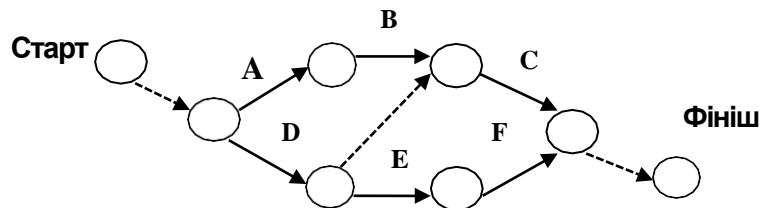

Рисунок 2.2. Сітьова діаграма логічних зв'язків, за методом стрілочних діаграм
2. *Метод «операції на дугах» (метод стрілочних діаграм) (Arrow Diagramming Method, ADM)* – метод побудови мережевої діаграми розкладу, коли планові операції відображаються на стрілках. Початок стрілки відповідає старту планової операції, а кінець - завершенню (довжина стрілки не відображає очікувану тривалість планової операції). Операції з'єднуються в точках, що називаються вузлами (зазвичай відображаються кружечками), для ілюстрації порядку, в якому операції можуть виконуватися (Рис. 2.2.)